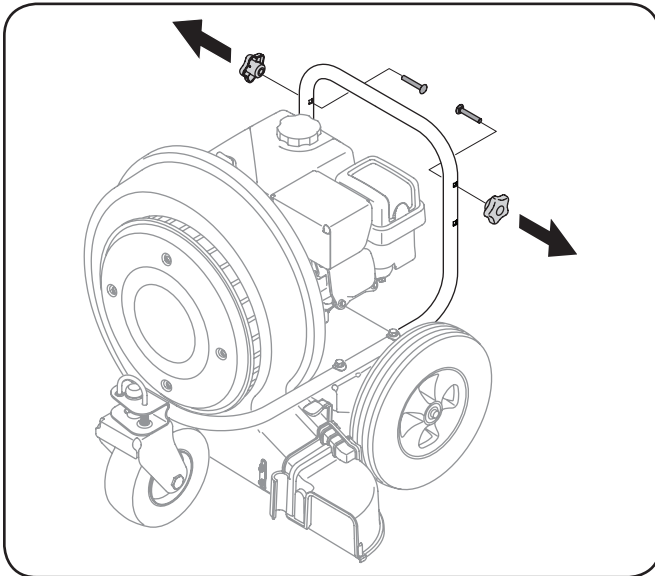

Figure 3-1
1. Retirez les boulons de carrosserie et les boutons étoile des trous supérieurs de la poignée inférieure. Voir Figure 3-1.